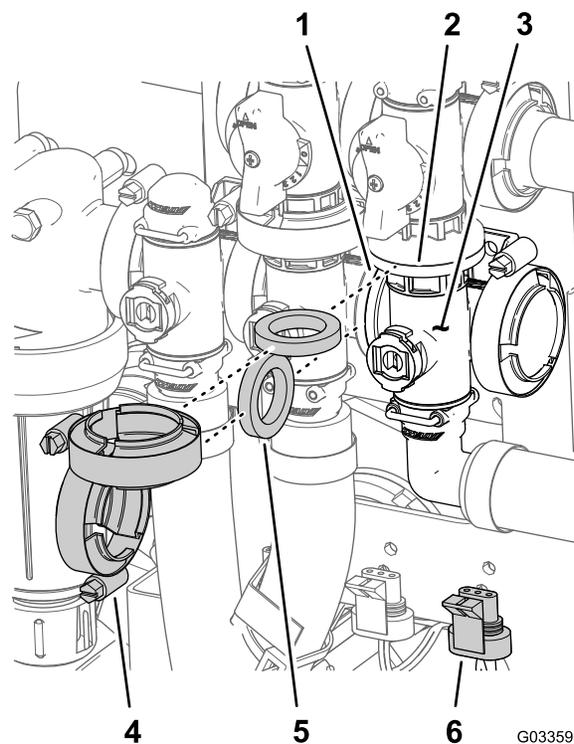

Bild 117
- Entfernen Sie die Flanschklammen und Dichtungen, mit denen der Verteiler für das Hauptauslegerventil (Bild 117) am Sicherheitsventil des Hauptauslegers, am Rührwerkventil und am 90°-Flanschkrümmer (am Ende des Schlauchs für das Durchflussmessgerät) befestigt ist.